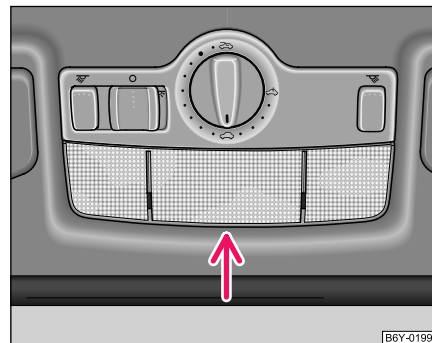

Fig. 162 Déposer l'éclairage intérieur
- Enlevez le diffuseur (voir flèche) du boîtier par le bas ⇒ fig. 162.